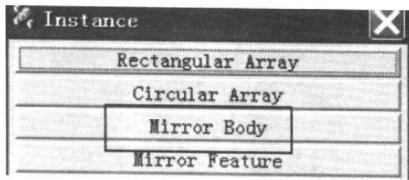

图 1-12 选择镜像实体
- 选择引用特征（Instance Feature）图标 ，选择镜像实体（Mirror Body）项，见图 1-12。